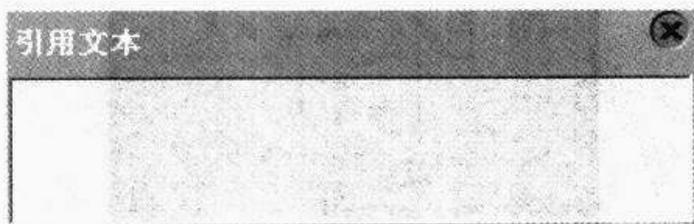

图 13-3 引用文本窗口
② 打开引用文本窗口。选择菜单“视图”|“引用文本”打开引用文本窗口。引用文本是用参考语言显示的项目文本,作为翻译的源文本。如图 13-3 所示。